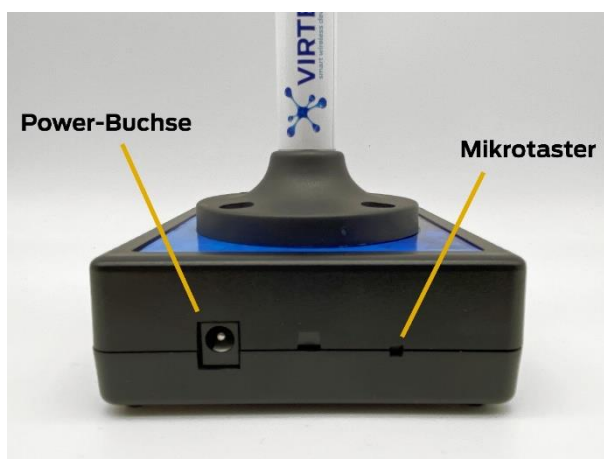

Abb. 6: Anschlüsse der PreonCube CO2 Ampels
Die Interaktion des Benutzers mit dem Gerät erfolgt mittels eines versenkten Mikrotasters (Vgl. Abb.6). Die Bedienung wird in Kap. 5.4 beschrieben.
- den Niederspannungsstecker mit der Power-Buchse an der Ampel (Vgl. Abb. 6) sowie